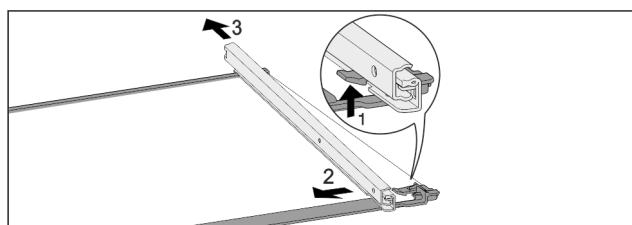

Fig. 44 Стеклянная пластина с направляющими
- Отожмите передний стопорный крючок вверх. Fig. 44 (1)
- Сдвиньте выдвижную направляющую в сторону Fig. 44 (2) и назад Fig. 44 (3).